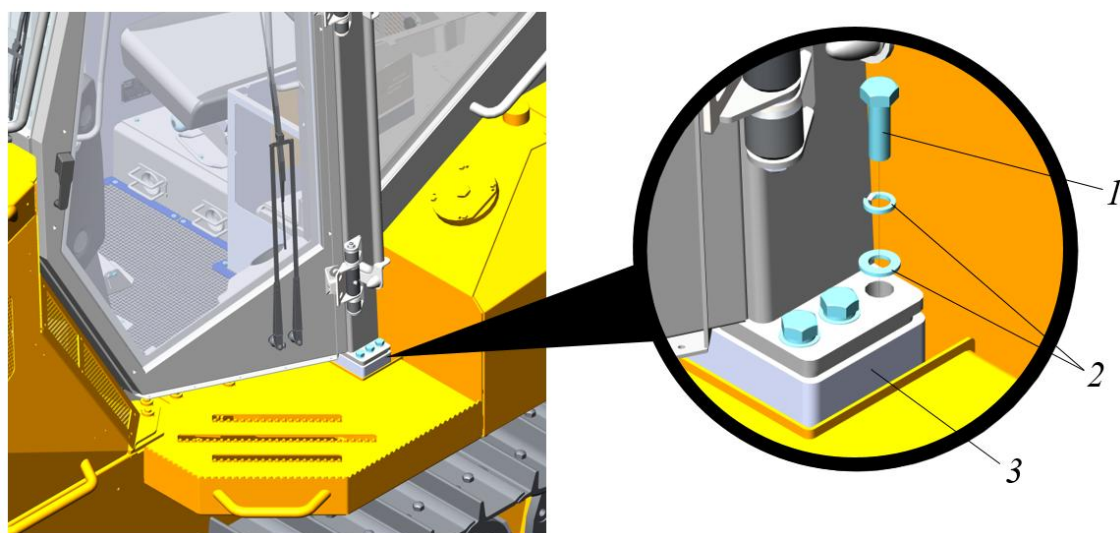

Рисунок 3.45. Крепление передних опор кабины
- ▶ Ключом  на 36 вкрутить по три болта 1 с шайбами поз. 2 в каждую опору 3, рис. 3.45.